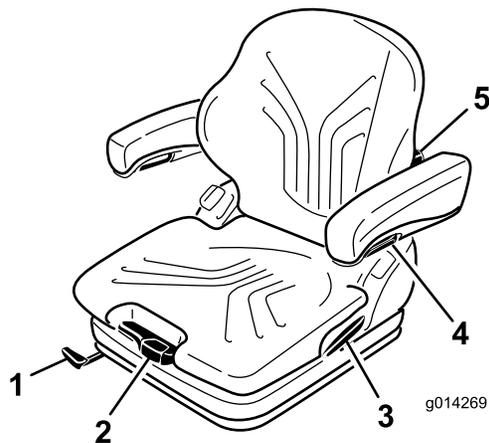

Рисунок 22
Регулировка сиденья под массу оператора осуществляется вытягиванием или нажиманием рычага регулировки (Рисунок 22).
1. Для регулировки поднимите рычаг, чтобы разблокировать сиденье (Рисунок 22).
изменять изгиб подушки нижней части спинки (Рисунок 22).
Для регулировки высоты подлокотников отделите от крышки круглый колпачок (Рисунок 22), отпустите шестигранную гайку (13 мм) под ней, отрегулируйте требуемое положение подлокотника и затяните гайку. Верните колпачок на гайку.
Для регулировки угла наклона подлокотника поворачивайте регулировочную ручку (Рисунок 22).
Поднимите вверх блокировочный рычаг для высвобождения фиксатора спинки (Рисунок 22). При высвобождении фиксатора спинки не нажимайте на нее.